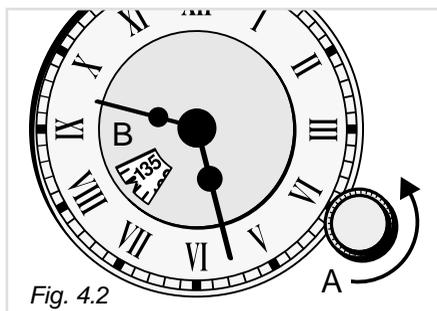

Fig. 4.2
- Impostare il tempo di cottura ruotando in senso antiorario la manopolina "A" fino a fare comparire nella finestra "B" il tempo desiderato (fig. 4.2)